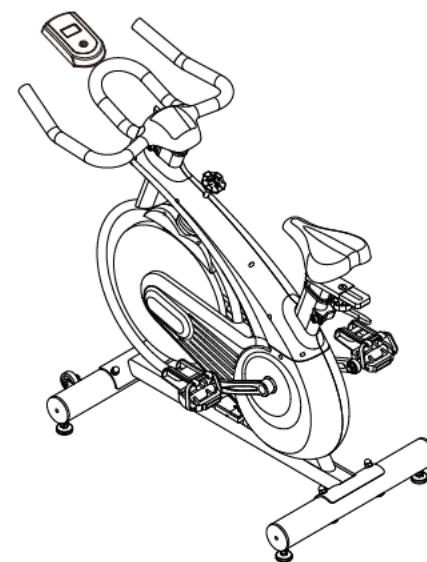

Bild 6
6. Som du ser på bild 6 är monteringen nu klar.